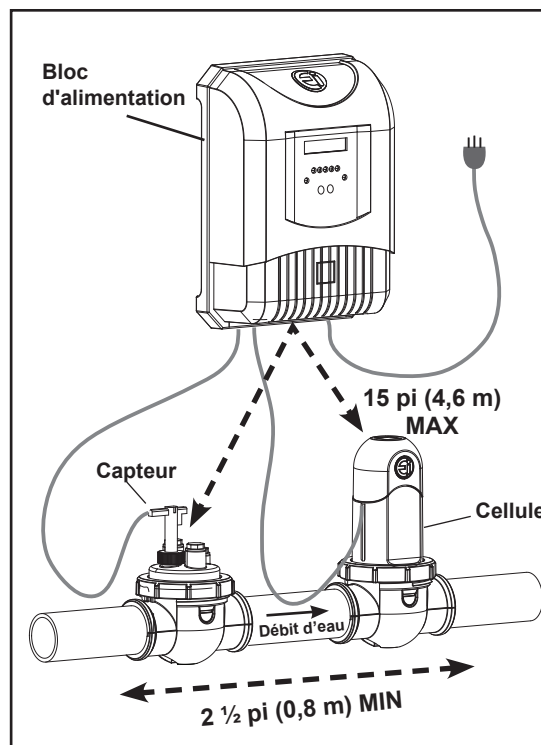

Figure 3. Exigences d'installation
Il est requis d'installer le capteur de débit dans le même tuyau que celui de la cellule électrolytique, sans qu'il y ait de soupapes ou d'inverseurs entre eux (Voir Figure 3).
Le capteur de débit doit être installé tel qu'illustré à la Figure 3.
- La cellule doit être installée sur un conduit < 2 ½ pi. (0.8 m) après les réchauffeurs, les pompes et les filtres, comme la dernière pièce d'équipement du système de tuyauterie de circulation juste avant la piscine (Voir Figure 3).
- La cellule et le capteur doivent être installés à au plus 15 pi. (4.6 m) du bloc d'alimentation (Voir Figure 3).